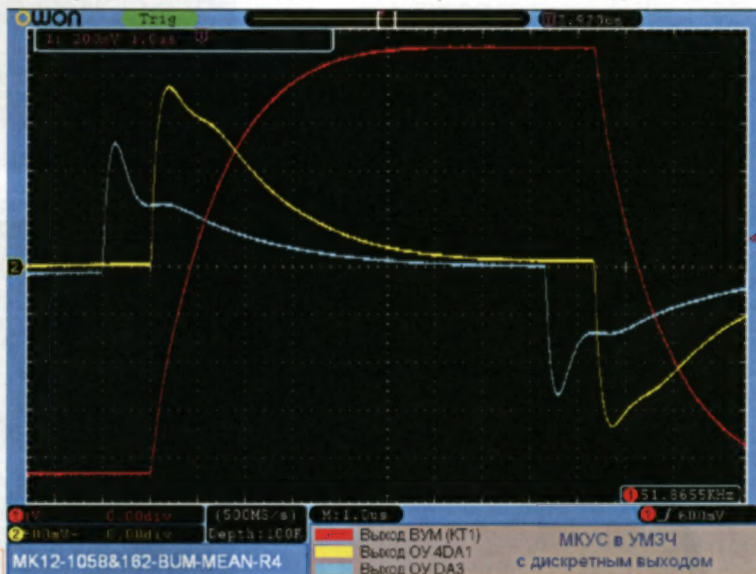

Рис. 8
Результаты измерений некоторых параметров УМЗЧ представлены осциллограммами, полученными на основе скринов (фото) с осциллографа OWON DS7102V. Сокращённые обозначения в названии конкретного графического файла (на рис. 8—15 в левом нижнем углу) характеризуют соответствующий режим измерений. Соответственно МК12 — версия усилителя, цифровой индекс 5200&1943 или 1058&162 указывает на тип выходного каскада в измеряемом усилителе, т. е. ВУМ1 (см. рис. 6) или ВУМ2 (см. рис. 7), а обозначения PUS или BUM соответствуют измерениям в блоке ПУС или ВУМ. Обозначения SIN или MEAN характеризуют режим измерений при подаче на вход УМЗЧ синусоидального сигнала (20 кГц) или сигнала "меандр" (50 кГц). Обозначения RX или R4 в конце файла характеризуют режим измерений для УМЗЧ без нагрузки (RX) или с подключённой нагрузкой сопротивлением 4 Ом (R4).